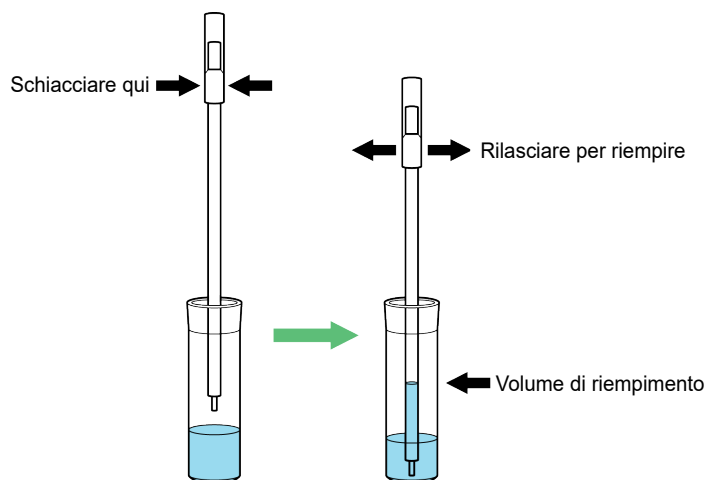

Figura 1. Pipetta di trasferimento
1. Spremere **completamente** il bulbo della pipetta di trasferimento e posizionare la punta della pipetta nella provetta del terreno di trasporto ESwab contenente il campione del paziente (vedere Figura 1).
4. Spremere completamente il bulbo della pipetta di trasferimento e introdurre la punta della pipetta nella provetta con il terreno di trasporto contenente il campione di analisi del paziente (Figura 1).